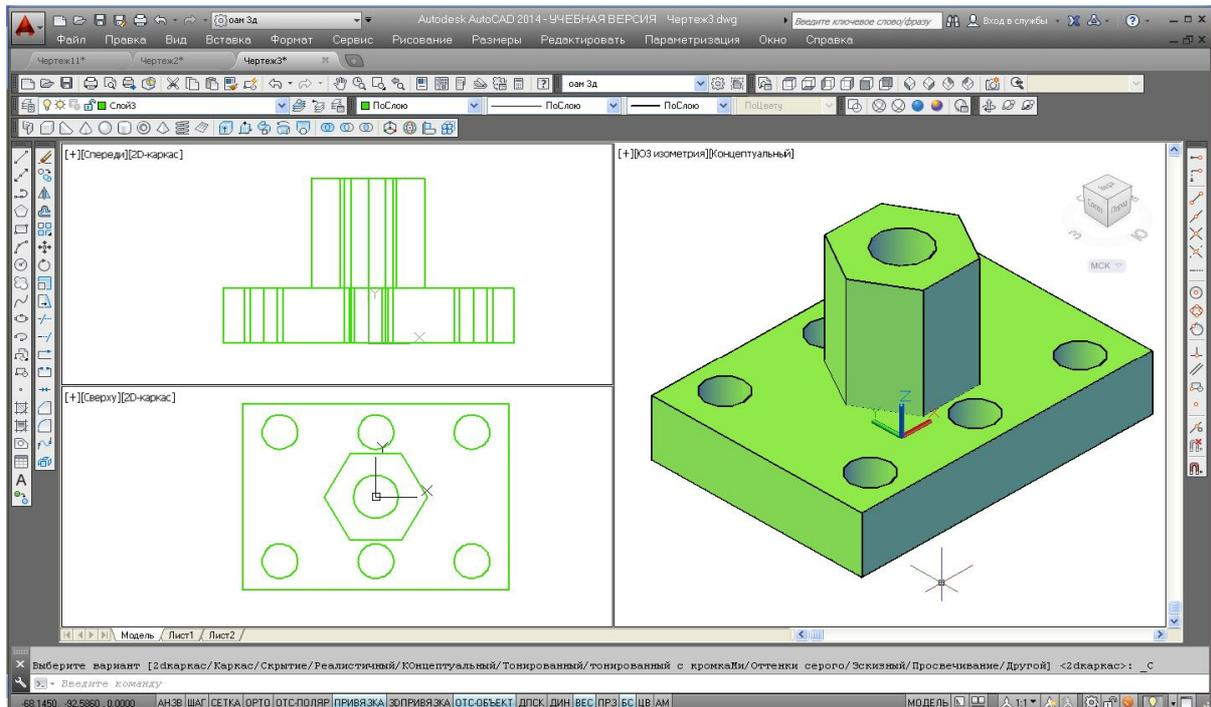

Рис. 81. Операции **Вычитание** (3D-тело – Цилиндр), **Тонирование**
11. Выполнить операцию **Вычитание** (3D-тело – Цилиндр). Выполнить тонирование 3D-модели с помощью операций **Визуальные стили** → **Визуальный стиль «Концептуальный»** (рис. 81).